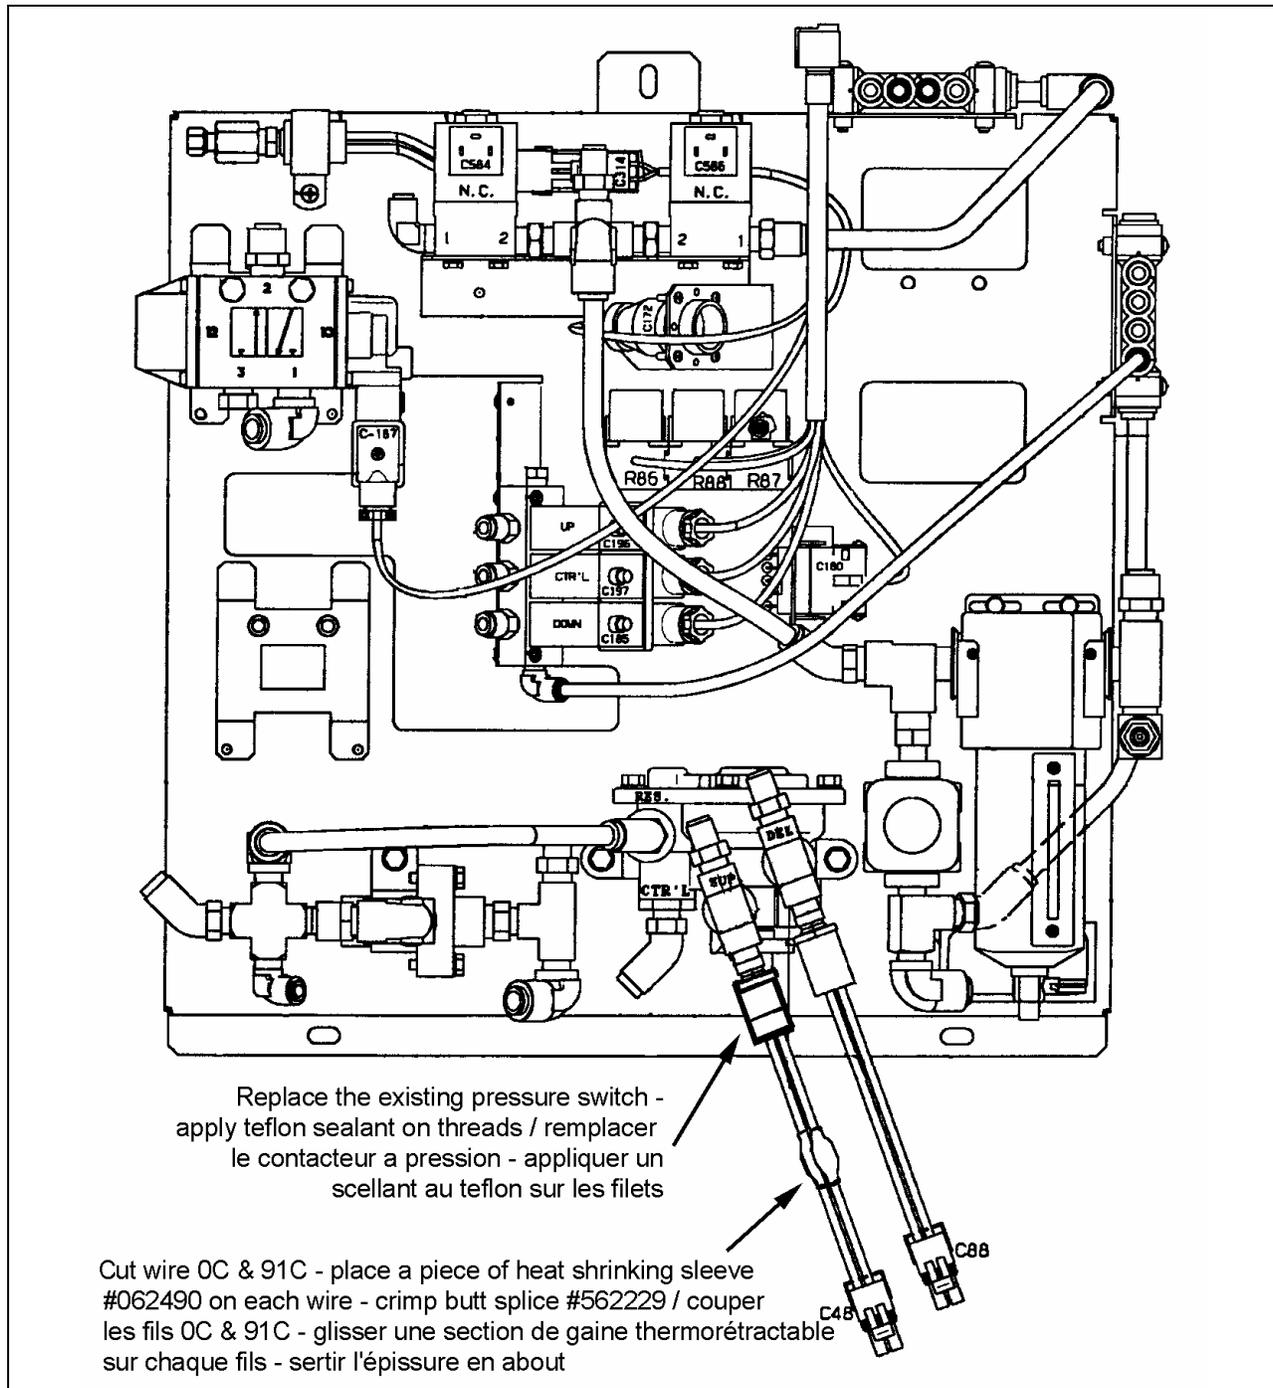

Figure 1 : PANNEAU REGROUPANT LES ÉLÉMENTS PNEUMATIQUES DANS LE COMPARTIMENT DE SERVICE AVANT
1. Dans le compartiment de service avant, localiser le contacteur à pression sur le panneau regroupant les éléments pneumatiques (figure 1).
3. Retirer le contacteur en le dévissant (figure 1).